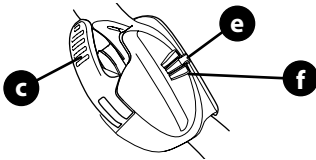

Figura 9
**IMPORTANTE:** Al trabar la palanca de liberación de la manija EZ-fold (c) asegúrese de que el indicador de posición (e) quede alineado con una de las tres posiciones de la manija (f) (Figura 9).